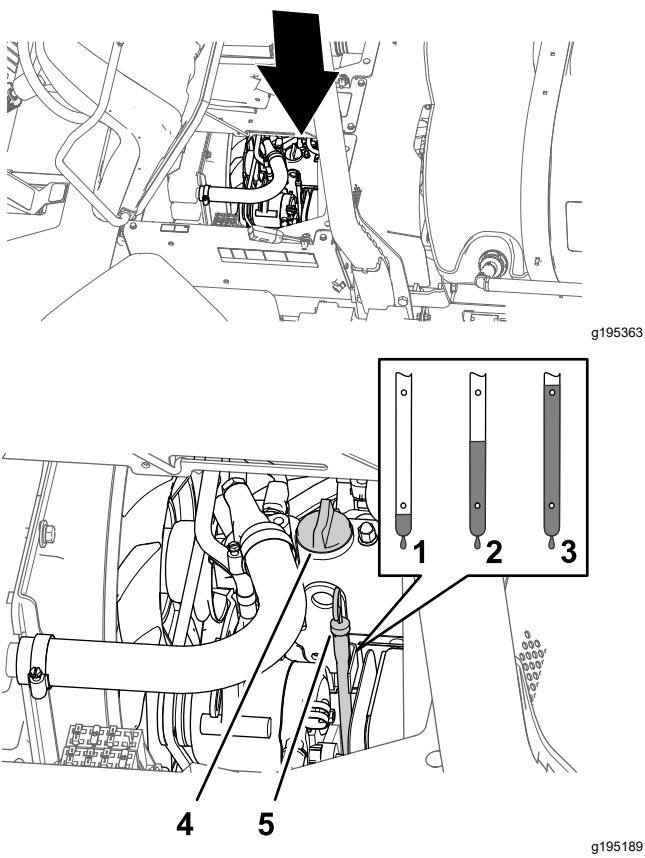

Bild 78
- Nehmen Sie den Peilstab heraus, der sich unter dem Fahrersitz befindet, und wischen Sie ihn mit einem sauberen Lappen ab (Bild 78).
- Nehmen Sie bei niedrigem Ölstand den Fülldeckel von der Ventilabdeckung (Bild 78) ab und gießen Sie Öl in den Füllstutzen, bis der Ölstand an der Voll-Markierung am Peilstab liegt.
- Setzen Sie den Ölfülldeckel ein (Bild 78).
- Stecken Sie den Peilstab wieder fest ein (Bild 78).